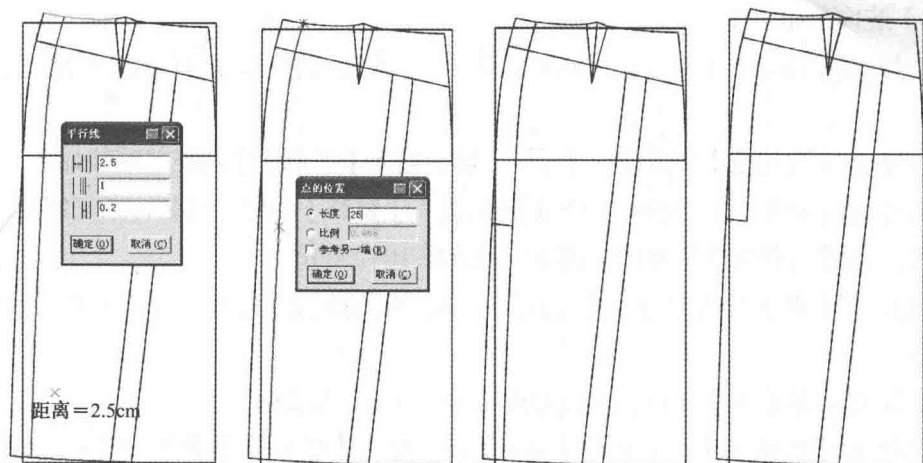

图6-74 画装饰条步骤2
③选择 【智能笔】工具按住【Shift】键，进入【平行线】功能。输入 2.5cm 为装饰条的宽度。
④选择 【智能笔】工具取 25cm 长为第二个装饰条的长度。
⑤选择 【智能笔】工具连角功能删除多条线段（图 6-74）。